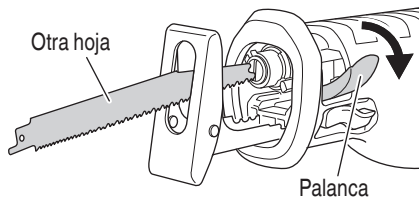

Fig. 5
- (1) Si una parte de la hoja de sierra rota sobresale de la pequeña hendidura del émbolo, extraiga la parte saliente y extraiga la hoja.
- (2) Si la hoja de sierra rota se encuentra oculta dentro de la pequeña hendidura, enganche la hoja rota utilizando la punta de otra hoja de sierra y extraícala. (Fig. 5)